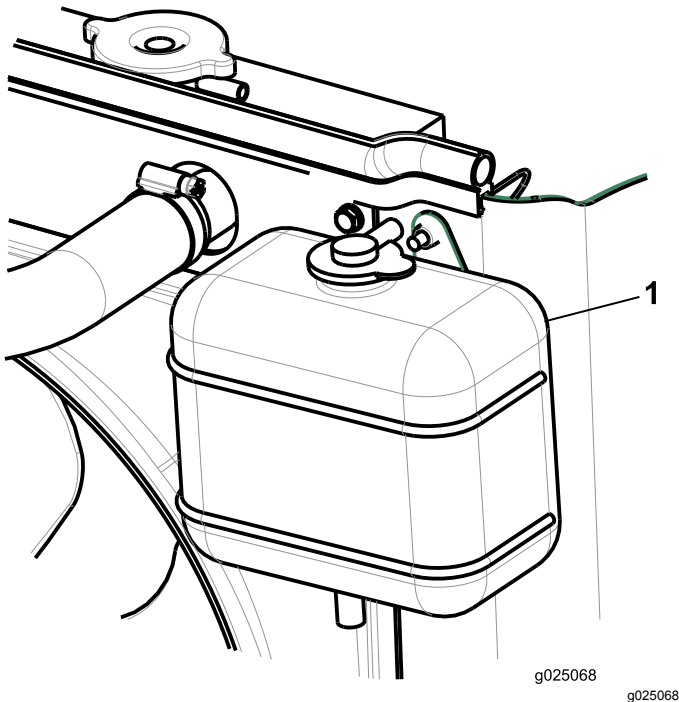

Figura 22
2. Controllate il livello di refrigerante nel serbatoio di espansione (Figura 22).